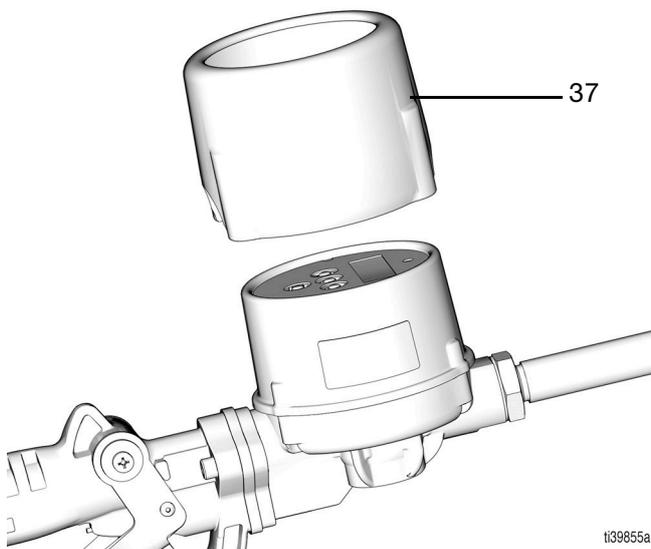
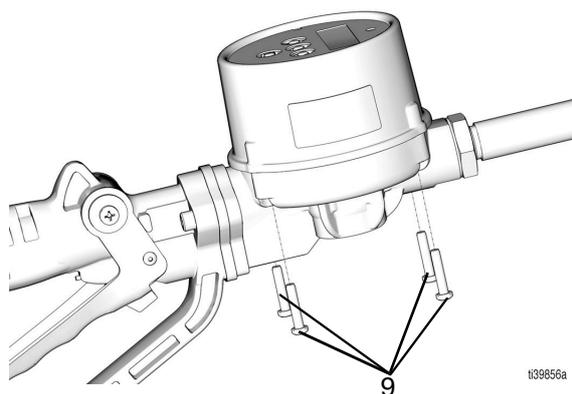

FIG. 52
FIG. 53
2. Afloje la pieza giratoria (33) de la manguera y retire el medidor; a continuación, páselo a una mesa de trabajo para repararlo.
3. Retire la protección contra impactos (37) del medidor (FIG. 52).
4. Quite los cuatro tornillos (9) (FIG. 53).
10. Vuelva a poner los cuatro tornillos (9) y apriete a un par entre 1,69 y 2,82 N•m (15 y 25 lb-pulg.), consulte la FIG. 53 en la página 23.
11. Vuelva a instalar la extensión (3) en el alojamiento del medidor (10).
12. Vuelva a montar la protección contra impactos (37), consulte la FIG. 52 en la página 23.